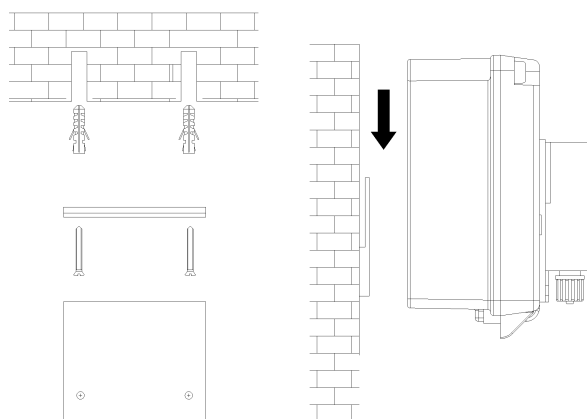

Figura 1
- Fissare la scatola del sistema sulla staffa come mostra la figura 1